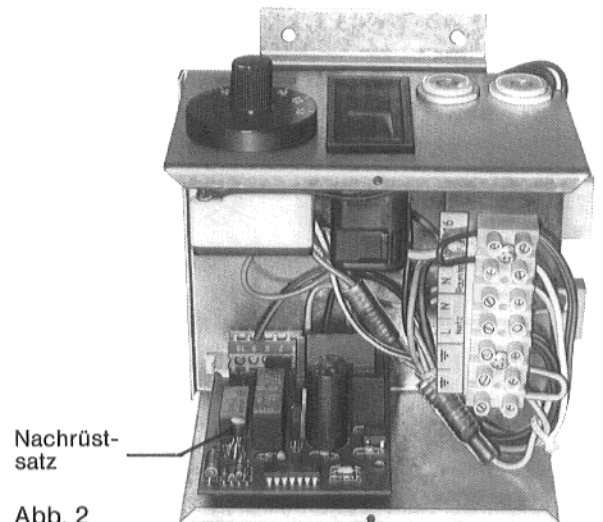

Abb. 2
3. Ficher le connecteur de l'ensemble M 121 dans la barre à fiches du tableau de commande (Fig. 2).
Fig. / Afb. 2
3. Inbouwmodule M 121 in de klemmenlijst in de schakelkast steken (Afb. 2).